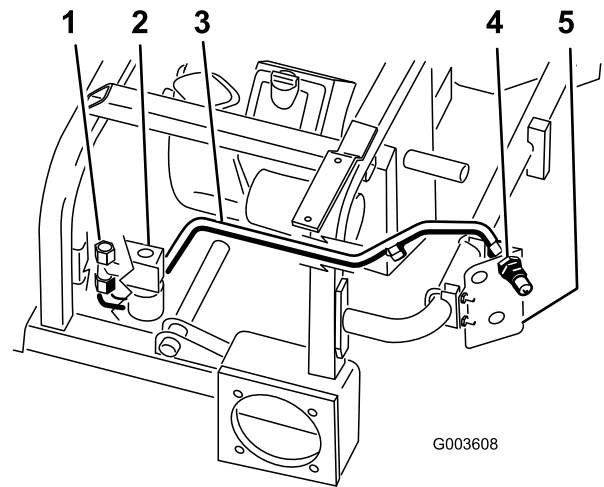

Figura 15
- Posicione el tubo hidráulico N° 1 en la máquina según se muestra en Figura 15.
- Conecte el tubo hidráulico N° 1 al acoplamiento en T montado en el lateral de la válvula (Figura 15).
- Conecte el tubo hidráulico N° 1 al acoplamiento macho superior (Figura 15).